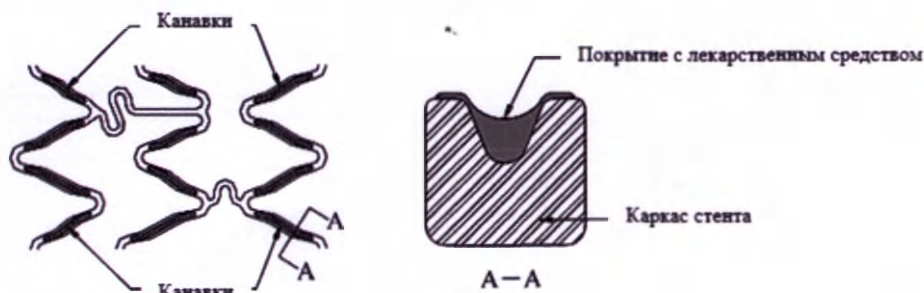

Рис. 1.2 — конструкция бороздок, в которых находится лекарственный препарат
- а) **Стент с лекарственно-полимерным покрытием:** коронарный стент из сплава кобальта и хрома L605 с лекарственной формой рапамицина, содержащегося в биоразлагаемом полимерном покрытии, которым заполнены канавки, расположенные на внешней поверхности каркаса стента. (см. рис. 1.1 и рис. 1.2).
- б) **Система доставки:** баллонный катетер быстрой замены (RX).